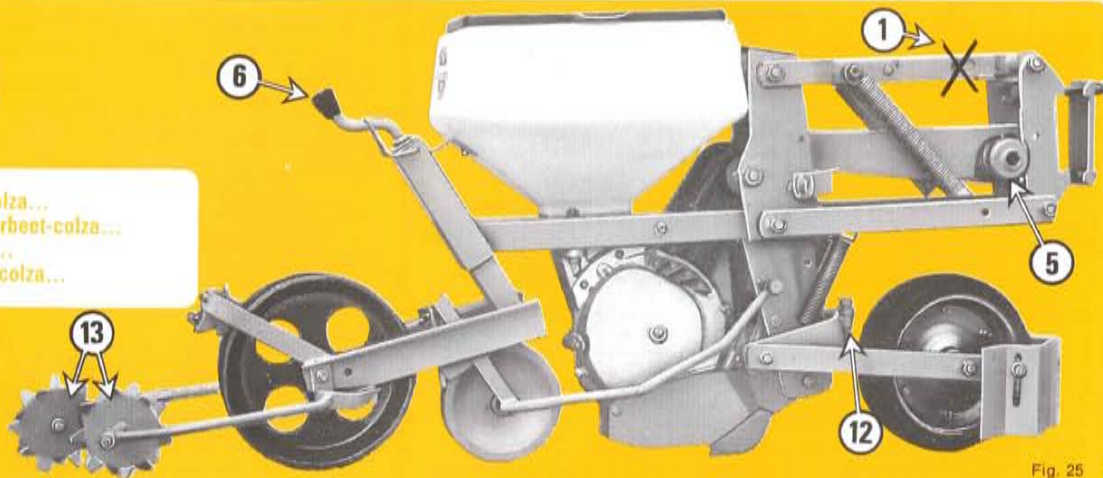
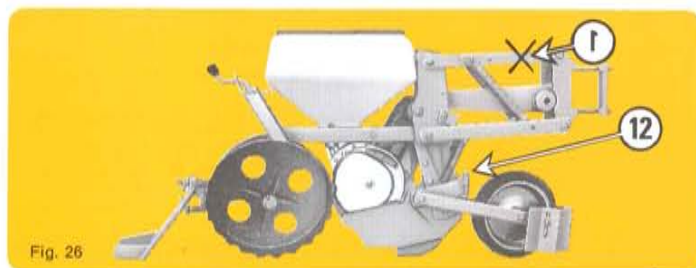

Fig. 25
Fig. 26
Équipement en option : bloc roue avant auto-nettoyante avec chasse-mottes (fig. 26) - Doubles disques avant (fig. 27) - Doubles disques avant plus 2 demi-roues auto-nettoyantes accolées (fig. 28) - Roues tasseuses inclinées auto-nettoyantes (fig. 29) - Roue tasseuse unique large auto-nettoyante (fig. 30) - Trémie 35 litres (fig. 32).
VERSION de base B type BETTERAVES (fig. 25)
- Sur version betteraves (fig. 25) et maïs avec roue avant (fig. 26-28) ce boulon doit être supprimé (le parallélogramme devient désarticulé).
Optional equipment : Self-cleaning front wheel assembly with clod remover (fig. 26) Front double disk (fig. 27) - front double disk plus self-cleaning front wheel assembly (fig. 28) - Self-cleaning « V » firming wheel (fig. 29) - flat self-cleaning firming wheel (fig. 30) - 35 liter hopper (fig. 32).
BASIC VERSION « B » : SUGAR BEET - MODEL (fig. 25)
- on the sugarbeet version (fig. 25) and also corn version (with front wheel without disk fig. 26) this screw must be taken away (the parallelogram is then disarticulated).
Sonderausrüstung : Vordere Farmflexandruckrolle mit Klutenträger (Abb. 26) - Doppelscheibenschar vorn (Abb. 27) - Doppelscheibenschar vorn plus vordere Andruckrolle mit Abstreifer Abb. 28 schräggestellt Farmflexreifen (Abb. 29) - Farmflexreifen (Abb. 30) - Saatgutbehälter 35 Liter (Abb. 32).
Grundausrüstung B Typ RÜBEN (Abb. 25)
- 2 Ausführung für Rüben (Abb. 25) und Maïs mit vorderer Andruckrolle (Abb. 26-28) - dieser Bolzen muß abmontiert werden (das Parallelogramm ist jetzt auf Tandemführung umgestellt).